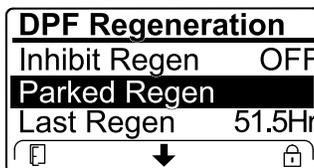

Figura 71
- Si la computadora del motor solicita una regeneración de recuperación, o si está procesando una regeneración de recuperación y usted se desplaza hasta la opción REGENERACIÓN ESTACIONARIA, la regeneración estacionaria se bloquea y el icono de bloqueo (Figura 71) aparece en la esquina inferior derecha del InfoCenter.